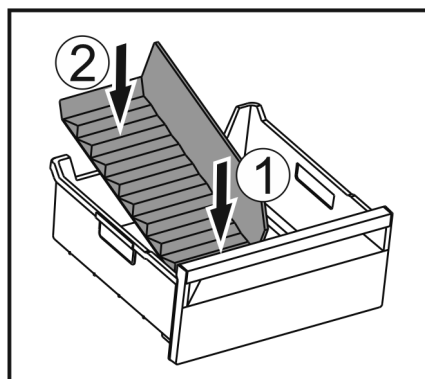

Fig. 51
- Inserire dapprima il divisore davanti Fig. 51 (1).
- Abbassare la parte posteriore Fig. 51 (2).